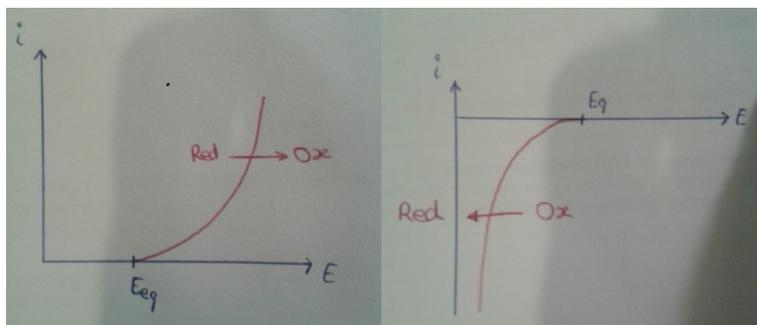

FIGURE 2 – Courbes  $i(E)$  de l'oxydation (à gauche) et de la réduction (à droite).
- Si  $E_{appliquée} > E_e$  alors, d'après Nernst, la concentration en oxydant [Ox] augmente. On a donc oxydation (cf. Figure 2).